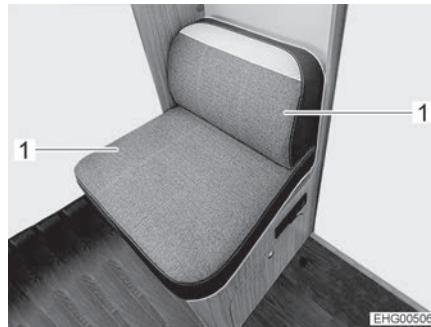

Bild 34 Sittbänk
- Ta av två dynor (Bild 34,1).